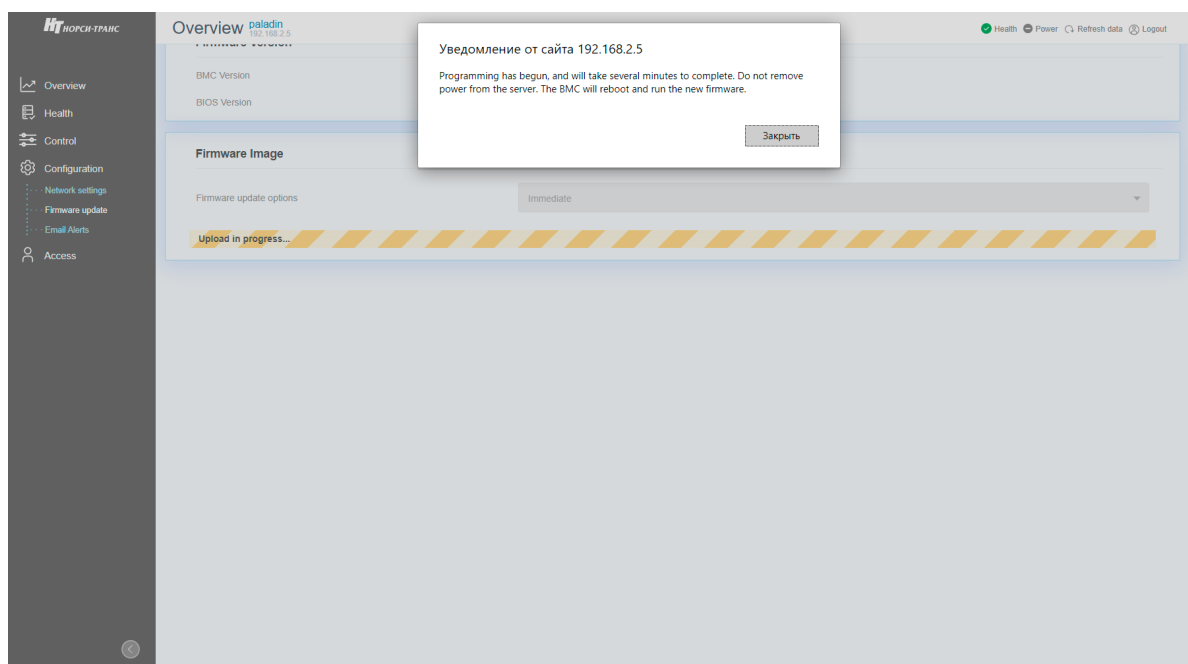

Рис. 83. Окно с уведомлением о завершении установки обновления BMC
- 7) После обновления BMC появиться сопутствующая надпись об успешном завершении обновления. Окно показано на рис. 83 Окно с уведомлением о завершении установки обновления BMC